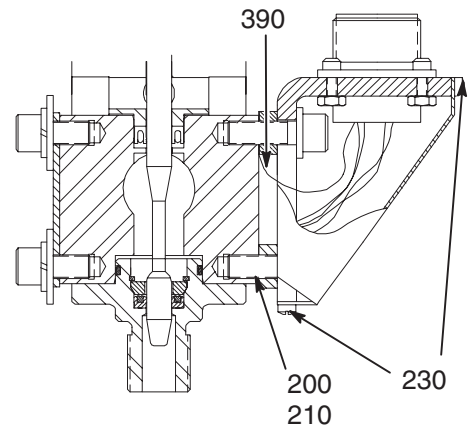

Fig. 12
5. Vuelva a conectar el receptáculo del cable a la válvula dispensadora automática. Vea la Fig. 12.
- b. Vuelva a conectar y a sujetar el terminal anular (390) al tornillo de cabeza hueca (200).
- c. Conecte el receptáculo en el cuerpo de la válvula dispensadora. Después sujételo con los dos tornillos de cabeza hueca (200) y (210).
- d. Vuelva a colocar la tapa del receptáculo y sujétela con los dos tornillos (230).